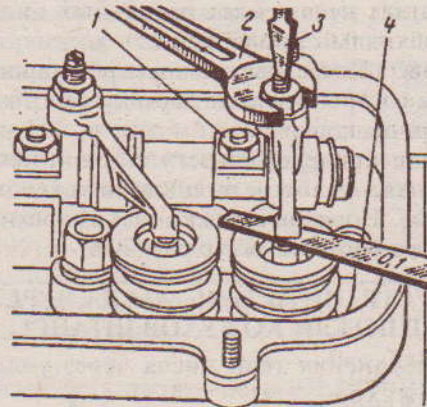

Рис. 2.54. Регулировка тепловых зазоров в клапанном механизме: 1 - гайка; 2 - ключ; 3 - отвертка; 4 - щуп
- ✓ проверить затяжку гаек 1 (рис. 2.54), крепящих валики коромысел; при необходимости произвести дотяжку гаек;
- ✓ используя ключ 2 и отвертку 3 проверить щупом 4 (см. рис. 2.54) и при необходимости отрегулировать величину зазора между клапанами и коромыслами первого цилиндра. Величина зазора должна быть для впускных клапанов 0,08...0,10 мм, для выпускных – 0,10...0,12 мм. Следует помнить, что клапаны с большей головкой впускные, с меньшей – выпускные. После регулировки проверить величину зазора – щуп должен протягиваться с небольшим усилием;